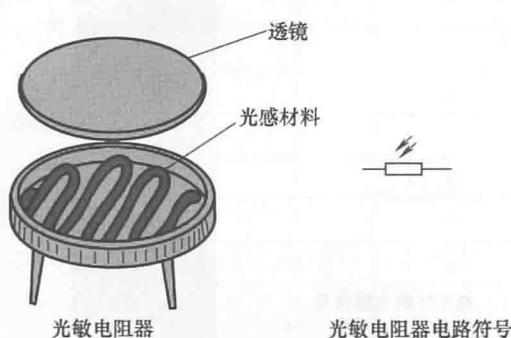
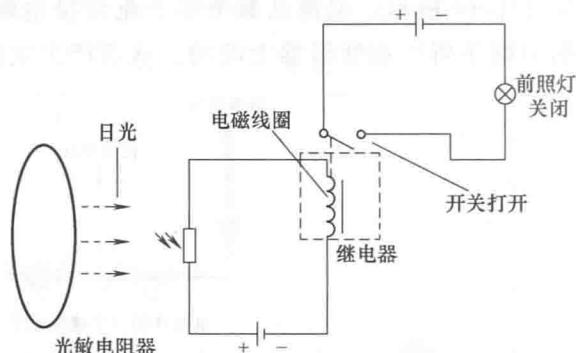

图 1-16 光敏电阻器及其电路符号
图 1-17 前照灯自动开灯系统
(4) 光敏电阻 光敏电阻也是一种可变电阻器，如图1-16所示，它的阻值随光照强度的变化而变化，光照强度越大，其阻值越小，光照强度越小，阻值越大。光敏电阻器的这种特性可用于前照灯自动开灯系统，如图1-17所示。一个光敏电阻器和前照灯继电器连接在一个电路中。通常状态下，光照比较充足，光敏电阻器的阻值很小，就会有足够的电流通过继电器，继电器控制电路断开前照灯电路，前照灯处在关闭状态。当汽车处在黑暗中时，光敏电阻器电阻变大，使通过继电器的电流变小直至接近断电，继电器触点离开原位置而与另一触点闭合，接通前照灯电路，于是前照灯点亮。